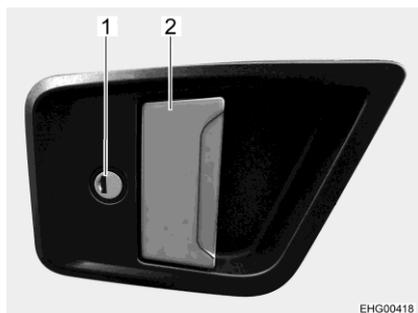
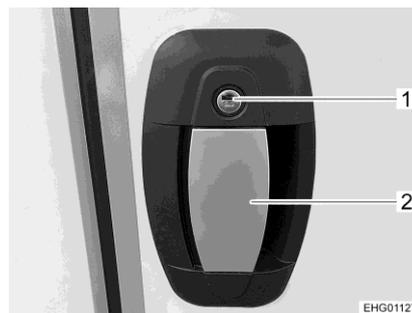

Fig. 54 Serratura della porta (porta di ingresso, lato esterno)
Fig. 55 Serratura della porta, variante (porta di ingresso, lato esterno)
- Inserire la chiave nel cilindro della serratura (Fig. 54,1 o Fig. 55,1) e ruotare fino a quando la serratura della porta si sblocca.
- Tirare la maniglia della porta (Fig. 54,2 o Fig. 55,2). La porta è aperta.
- Inserire la chiave nel cilindro della serratura (Fig. 54,1 o Fig. 55,1) e ruotare fino a quando la serratura della porta si blocca.